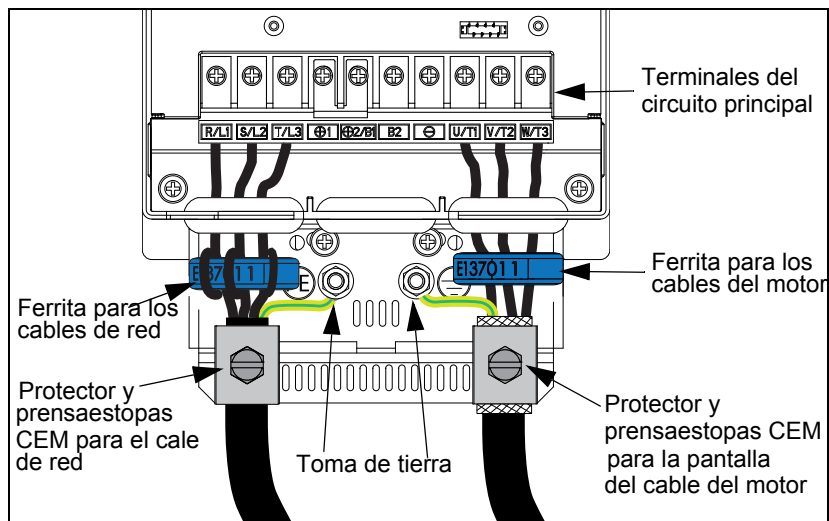

Fig. 8 Conexión de los cables de red y del motor
Conecte los cables de red y del motor según la Fig. 8. Fije los cables con el protector y el prensaestopas CEM.
- Conecte la pantalla del cable del motor al prensaestopas del modo descrito en la Fig. 8.